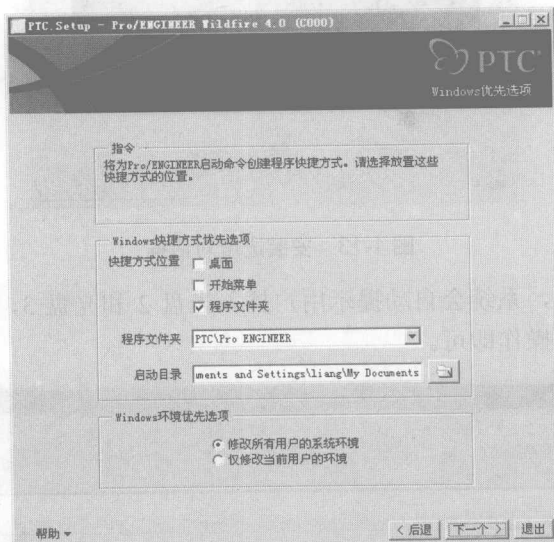

图 1-11 【Windows 优先选项】对话框
- (7) 单击【下一个】按钮, 系统弹出 Windows 优先选项对话框, 如图 1-11 所示。在该对话框中可以设置快捷方式、启动目录和环境优先选项。